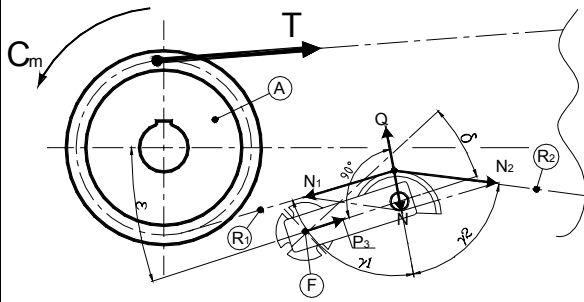

Fig 6
**I** Un tenditore sprigiona una forza Q (fig 6) perpendicolare al braccio di rotazione che per reazione è equilibrata dalla catena con la forza N che si ripartisce con le forze di trazione N1 e N2 sui rami in entrata e uscita dal tendicatena rispettivamente R1 e R2. Quando si posiziona un tendicatena bisogna far attenzione che le forze Q e N siano il più possibile sulla medesima direttrice in modo che non si sviluppino delle componenti tangenziali che vadano a scaricarsi sul fulcro. Anche se, entro certi limiti, queste indesiderate forze tangenziali sono annullate dalla forza di compressione assiale P3 della gomma. Il posizionamento del tenditore, quindi, dipende dall'angolo delta, ovvero l'angolo di lavoro dell'elemento elastico, e dall'angolo epsilon, ovvero l'angolo di posizionamento rispetto alla trasmissione, tali che gli angoli gamma1 e gamma2 siano il più possibile uguali.
**GB** A tightener releases a force Q (fig 6) perpendicular to the rotation arm which by reaction is balanced by the chain with the force N which is distributed with the traction forces N1 and N2 on the sections entering and leaving the chain tightener, respectively R1 and R2. When positioning a chain tightener, you must ensure that the forces Q and N are as much as possible on the same line so that there is no formation of tangential components which would be discharged on the fulcrum. Even though, within certain limits, these undesired tangential forces are cancelled by the axial compression force P3 of the rubber. The positioning of the tightener therefore depends on the angle delta, that is the working angle of the elastic element, and on the angle epsilon, that is the positioning angle with respect to the transmission, so that the angles gamma1 and gamma2 are equal as much as possible.
**D** Ein Spanner setzt senkrecht zum Dreharm die Kraft Q frei (Abb. 6), welche durch Reaktion von der Kette mit der Kraft N ausgeglichen wird. Die Kraft N wiederum teilt sich in die Zugkräfte N1 und N2 am Kettenarm R1 und R2 am Eingang bzw. am Ausgang vom Kettenspanner auf. Wenn ein Kettenspanner positioniert wird, muss darauf geachtet werden, dass die Kräfte Q und N so weit wie möglich auf der gleichen Linie liegen, damit keine Tangentialkomponenten entstehen, die den Schwenkpunkt belasten. Auch wenn diese unerwünschten Tangentialkräfte bis zu einem gewissen Punkt von der axialen Kompressionskraft P3 ausgeglichen werden. Die Positionierung vom Spanner hängt deshalb vom Winkel delta ab, also vom Arbeitswinkel vom elastischen Element, und vom Winkel epsilon, dem Winkel, in dem der Spanner bezogen auf den Antrieb positioniert wird. Dabei sollten die Winkel gamma1 und gamma2 möglichst gleich groß sein.